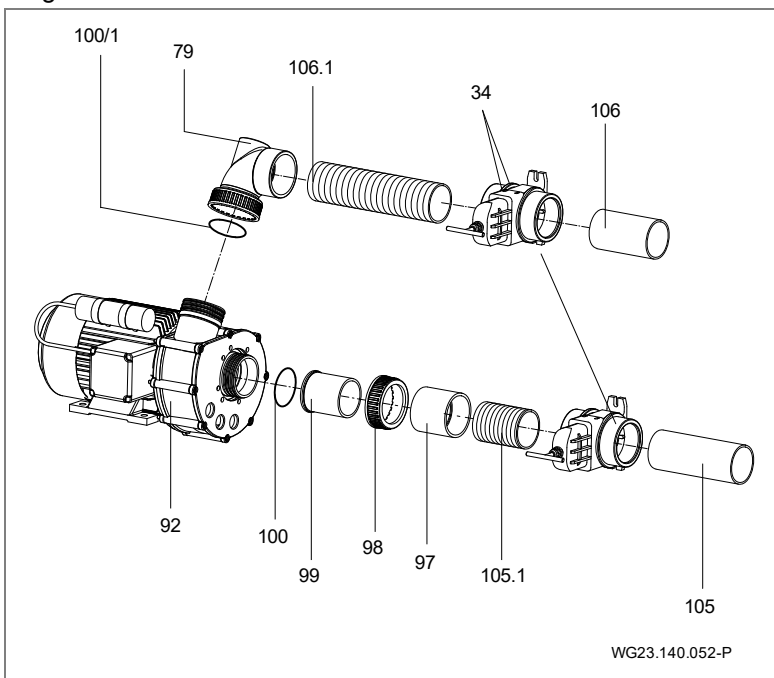

Fig. 22
12. Primavera: Asegurar el casquete para regulación de cantidades (21/1) y regulación del aire (111) con ayuda de un martillo de goma y un paño de protección. (Fig. 22)